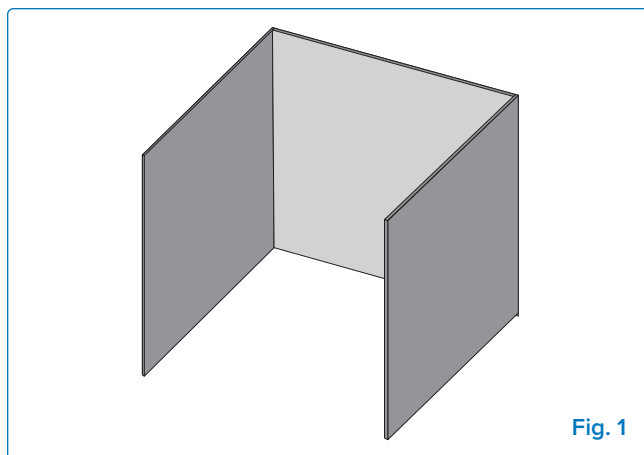

Fig. 1
- L'appareil est considéré comme étant à l'extérieur s'il est installé dans un abri avec des murs sur trois côtés mais sans couverture supérieure (**Fig 1**).